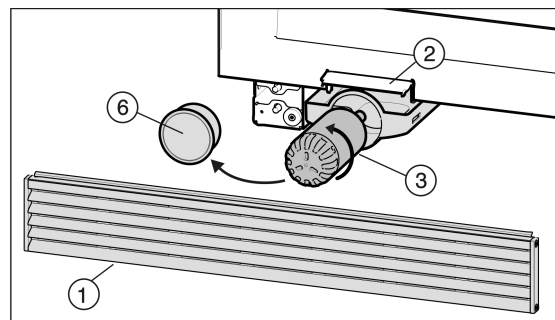

Fig. 8
- ▶ Sujete la rejilla de aire *Fig. 8 (1)* por la parte superior y retírela hacia delante.
- ▶ Abra la tapa de cambio de filtro *Fig. 8 (2)*.
- ▶ Extraiga el filtro de agua *Fig. 8 (3)*.
- ▶ Retire la tapa del filtro *Fig. 8 (6)*.
- ▶ Gire el filtro de agua *Fig. 8 (3)* unos 100 ° en el sentido contrario a las agujas del reloj y retírelo.